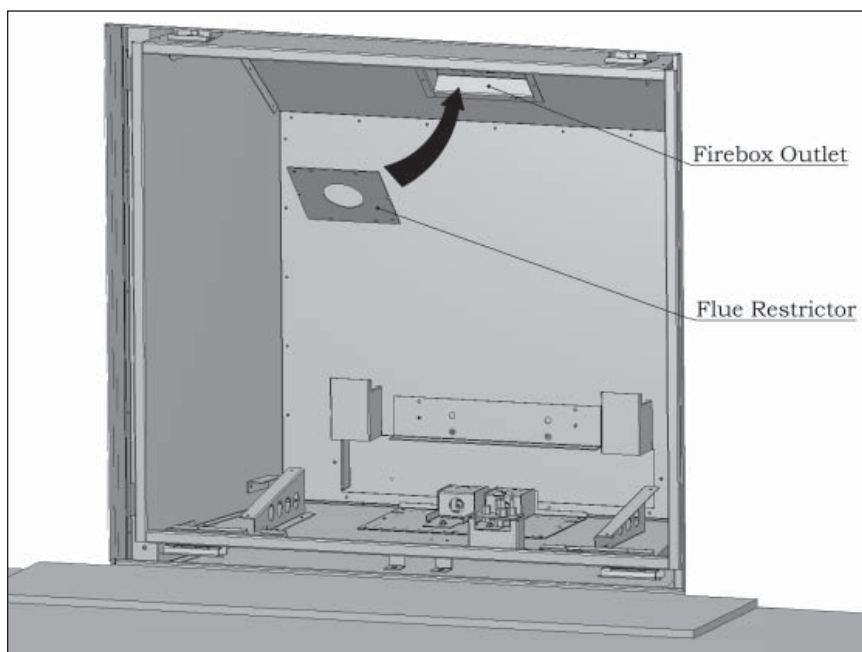

Figure 25: Installation du restricteur de conduite.
- 5) En utilisant les deux (2) vis ¼" T-20 fournies avec le restricteur, serrez celui-ci dans la sortie, comme montré dans les figures 25 et 26. Assurez-vous que les trous diagonaux sont alignés avec ceux situés dans la boîte de sortie de la conduite. Utilisez une perceuse électrique pour visser. Faites attention de ne pas trop visser fort et de briser les filets.